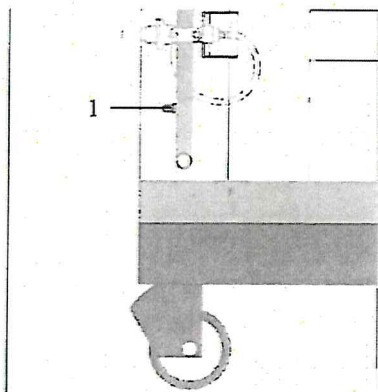

FIG.9 (Controllo pressione) / (Druckregelung)
- 4) Togliere la vite di tenuta della valvola di sicurezza (rubinetto generale) (FIG.9-Rif.1);
- 4) Die Dichtungsschraube des Sicherheitsventils abziehen (Gesamthahn) (FIG. 9 - Nr. 1);
- 9) Riavvitare la vite di tenuta della presa di pressione di alimentazione (FIG.9-Rif.1);
- 9) Die Dichtungsschraube des Versorgungsdruckventils wieder verschrauben (FIG. 9 – Nr. 1);